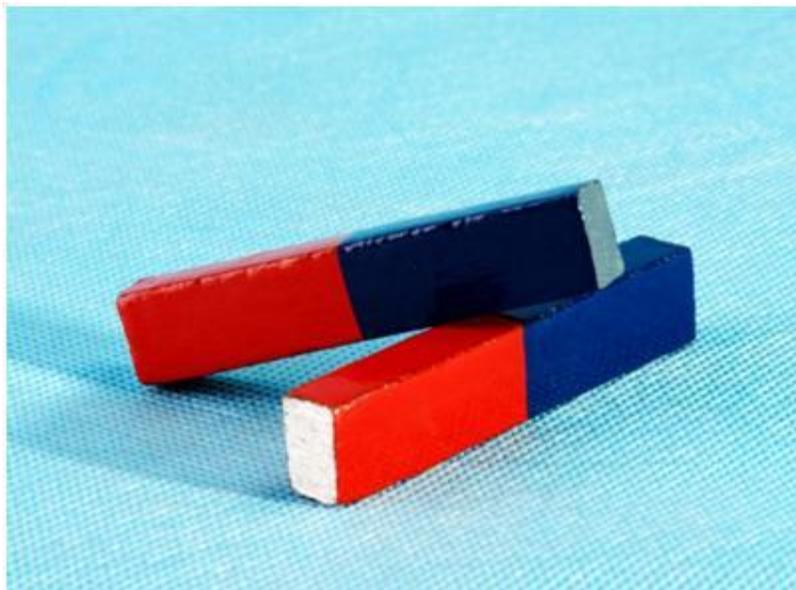

Рис. 1.
1. Имеются два полосовых магнита. Один намагниченный, а другой не намагниченный. Как, не имея никаких других предметов, определить, какой магнит намагничен, а какой нет (рис. 1)?